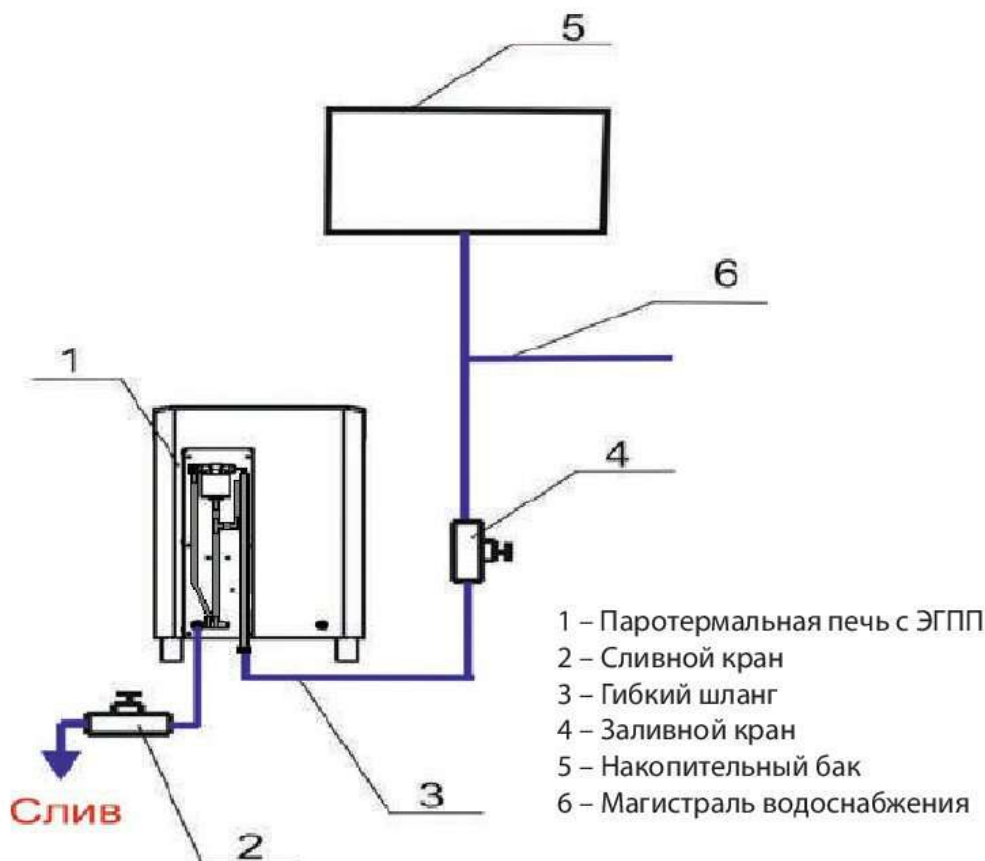

Рис. 4 Схема подключения ЭГПП при эксплуатации в автоматическом режиме заполнения водой
2.2.4 При организации заполнения Устройства водой подключить его с помощью гибкого шланга к водопроводной сети или накопительному баку, расположенному в смежном помещении (см. рис. 4). В любом случае перед Устройством следует установить заливной кран (поз. 4 рис. 4). Установить кран слива воды (поз. 2 рис. 4), либо заглушить сливной штуцер резьбовой пробкой. Для предотвращения образования известковых отложений, значение жесткости воды должно находиться в диапазоне от 0,5° до 5 °F. Рекомендуется использование специальной установки-деминерализатора (с обратным осмосом).
2.3.2.1 Закрывать сливной кран (поз. 2 рис. 4) и открыть заливной кран (поз. 4 рис. 4).
2.3.2.6 После окончания работы рекомендуется слить воду из системы. Для этого закрыть заливной кран (поз. 4 рис. 4) и открыть сливной кран (поз. 2 рис. 4). Дождаться полного слива воды из системы, выключить Устройство на пульте управления. Оставить краны в таком положении до следующего включения Устройства.